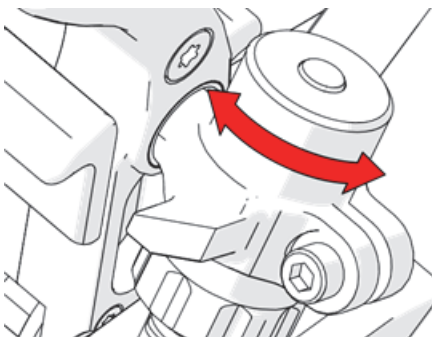

Figura 1-41 Rotación del cilindro de tensión
2. Gire el cilindro de tensión para aumentar o disminuir el nivel de presión (ver Figura 1-41 en la página 57).